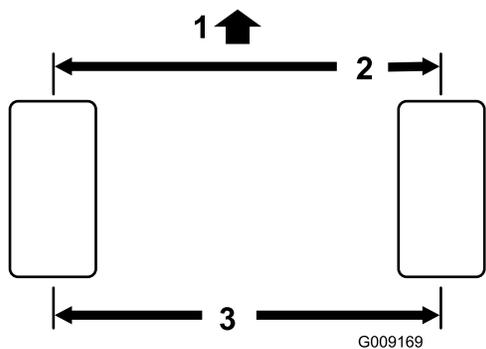

Рисунок 76
1. Измерьте межцентровое расстояние (на высоте моста) на передней и задней стороне рулевых колес. Результат переднего измерения должен быть на 3 мм меньше, чем результат заднего измерения (**Рисунок 76**).